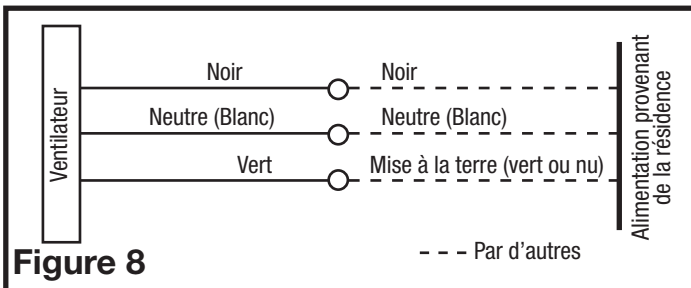

Figure 8
3. De l'endroit où vous avez choisi d'accéder à la boîte de raccordement du ventilateur, reliez le fil blanc de la maison au fil blanc du réceptacle du ventilateur. Reliez le fil noir du commutateur mural au fil noir du réceptacle du ventilateur. Reliez le fil de terre de la maison au fil vert du logement du ventilateur (**Figure 8**). Utilisez les méthodes approuvées pour tous les raccordements.